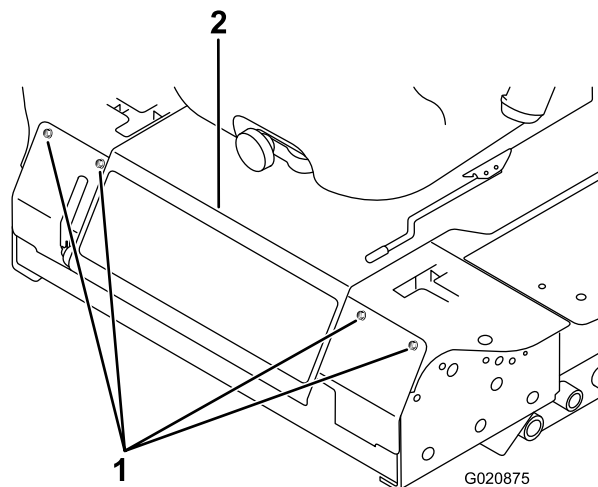

Figura 56
3. Retire os parafusos que fixam o painel dianteiro e retire o painel (Figura 56).